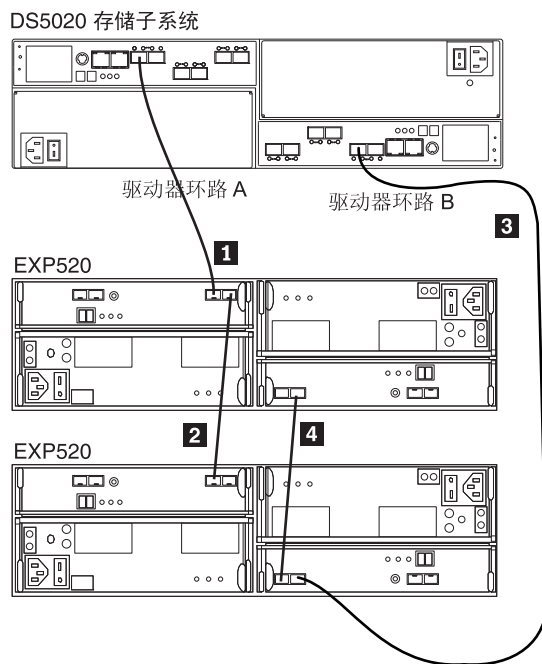

图 28. 正确的 EXP520 冗余驱动器环路配置
- DS5020 存储子系统控制器的控制器驱动器端口必须总是连接到与 DS5000 存储子系统相连的冗余驱动器通道/环路对内 EXP520 左右 ESM 中标注为 1B 的端口上。（第 41 页的图 28 显示这些端口的位置。）
第 41 页的图 28 显示了可使用一个 DS5020 存储子系统和两个 EXP520 创建的冗余驱动器环路。第 41 页的图 28 中提供的数字显示了连接电缆应使用的顺序。请注意，控制器端口连接到左右两边 ESM 上标注为 1B 的端口。
要创建图 28 中所示的驱动器环路 A（DS5000 冗余驱动器环路），需要执行以下步骤：
要创建图 28 中所示的驱动器环路 B（DS5000 冗余驱动器环路），需要执行以下步骤：